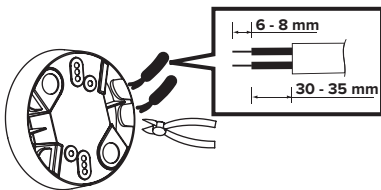

FIG. 12
- Pour faire passer les fils dans les ouvertures sur le côté de l'enceinte, dégagez ces trous marqués mais encore couverts à l'aide de cutters latéraux. Faites ensuite passer le câblage dans les trous dégagés et dénudez l'isolation du câblage sur 6-8 mm (FIG. 12).